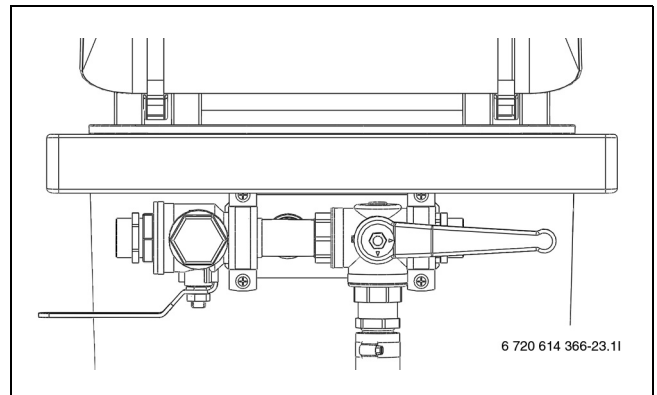

Bild 29 Befüllstation in Befüllposition
- Ventile der Befüllstation auf die Befüllposition stellen und Kreis mit Sole befüllen (→ Bild 29).